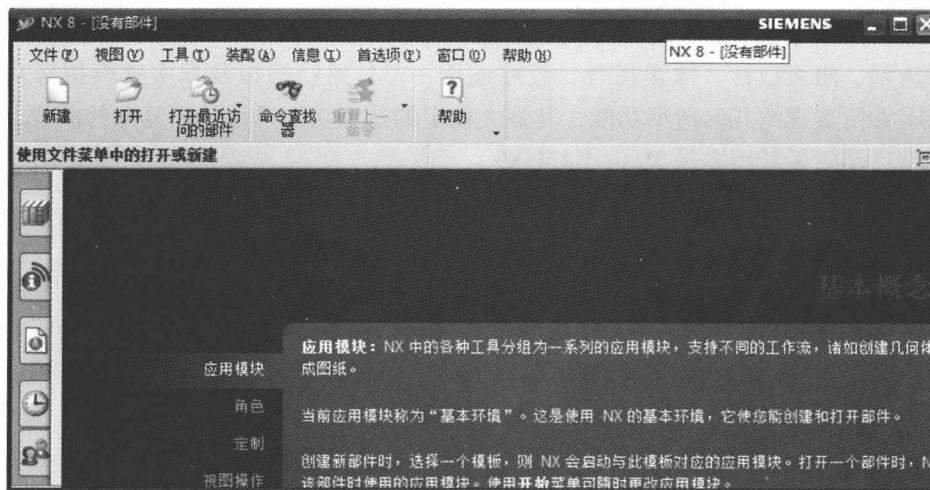

图 1-1 UG NX8.0 初始界面
- (2) 双击桌面上 UG NX8.0 的快捷方式图标 ，启动 UG NX8.0；
- (3) 在快捷启动栏中单击 UG NX8.0 的快捷方式图标 ，启动 UG NX8.0；
- (4) 在 UG NX8.0 安装目录的 UGII 子目录下双击 ugraf.exe 图标，就可启动 UG NX8.0。启动 UG NX8.0 中文版后，初始界面如图 1-1 所示。